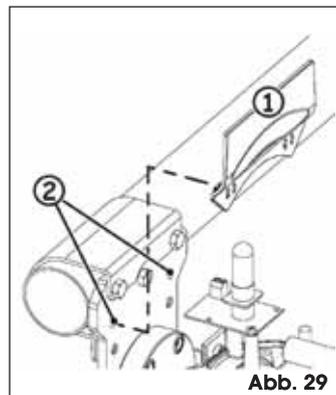

Abb. 29
- Die hintere Abdeckung der Stangenhalterscheibe positionieren, Abb. 29 Bez. ①, und in den beiden freien Öffnungen auf der Scheibe anheften, Abb. 29 Bez. ②.